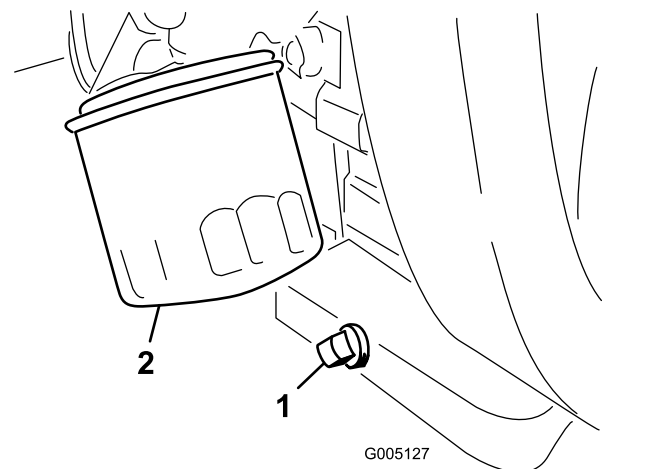

Bild 27
1. Entfernen Sie die Ablassschraube (Bild 27) und lassen Sie das Öl in die Auffangwanne ab.
2. Reinigen Sie den das Gewinde der Ölablassschraube, bringen Sie etwas PTFE-Dichtmittel auf und schrauben Sie die Ablassschraube wieder auf (Bild 27).
3. Entfernen Sie den Ölfilter (Bild 27).